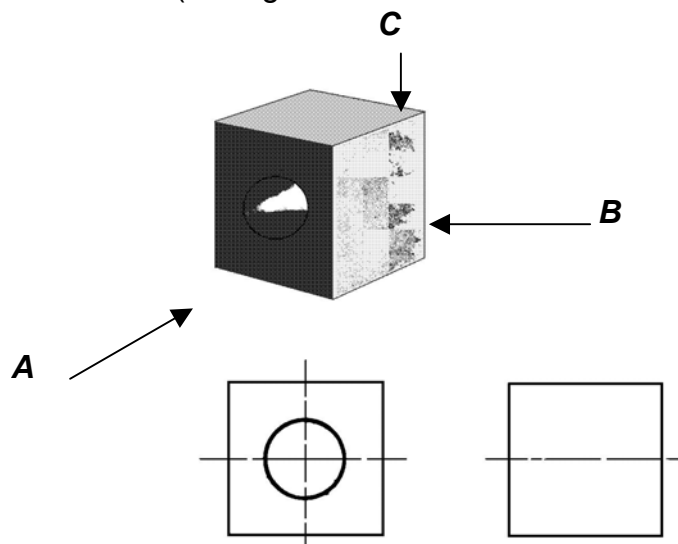

Figure 1.22
- 2) Choisir les vues (voir figure 1.22).